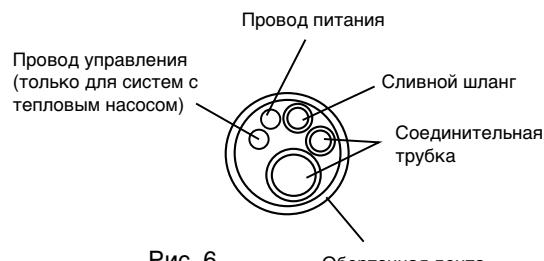

Рис. 6
2. Обмотайте трубы и электропровода и пропустите их через освобожденное отверстие (см. рис.6).